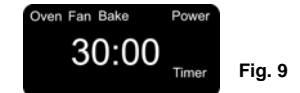

Fig. 9
- Pour régler la durée, appuyez sur le bouton Augmentation/Diminution jusqu'à la durée désirée. (Fig. 9)